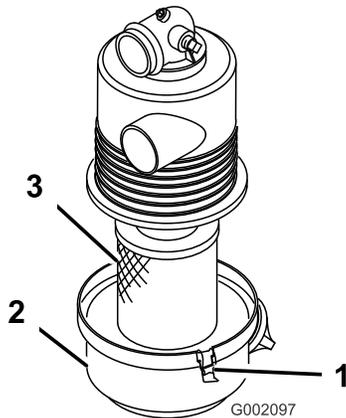

Bild 16
1. Prüfen Sie das Luftfiltergehäuse auf Beschädigungen, die eventuell zu einem Luftleck führen können. Stellen Sie sicher, dass die Abdeckung den gesamten Luftfilterkörper einwandfrei abdichtet (Bild 16).
2. Lösen Sie die Riegel, mit denen die Abdeckung des Luftfilters am Luftfiltergehäuse befestigt ist (Bild 16).
3. Nehmen Sie die Luftfilterabdeckung vom Luftfiltergehäuse ab und reinigen Sie die Innenseite der Abdeckung (Bild 16).
3. Setzen Sie den Luftfiltereinsatz in das Luftfiltergehäuse ein (Bild 16).
4. Fluchten Sie die Luftfilterabdeckung mit dem Luftfiltergehäuse aus (Bild 16).
5. Befestigen Sie die Abdeckung mit den Laschen am Gehäuse (Bild 16).